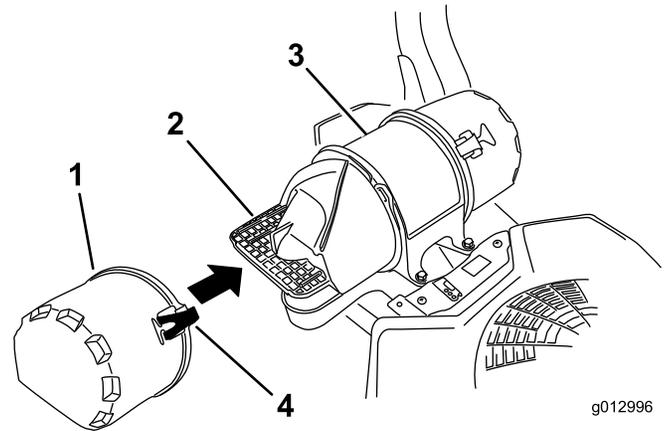

Figura 60
3. Abra los cierres del limpiador de aire y tire de la tapa de la entrada de aire para separarla del cuerpo del limpiador de aire (Figura 60).
5. Instale la tapa de la entrada de aire y sujétela con los enganches (Figura 60).